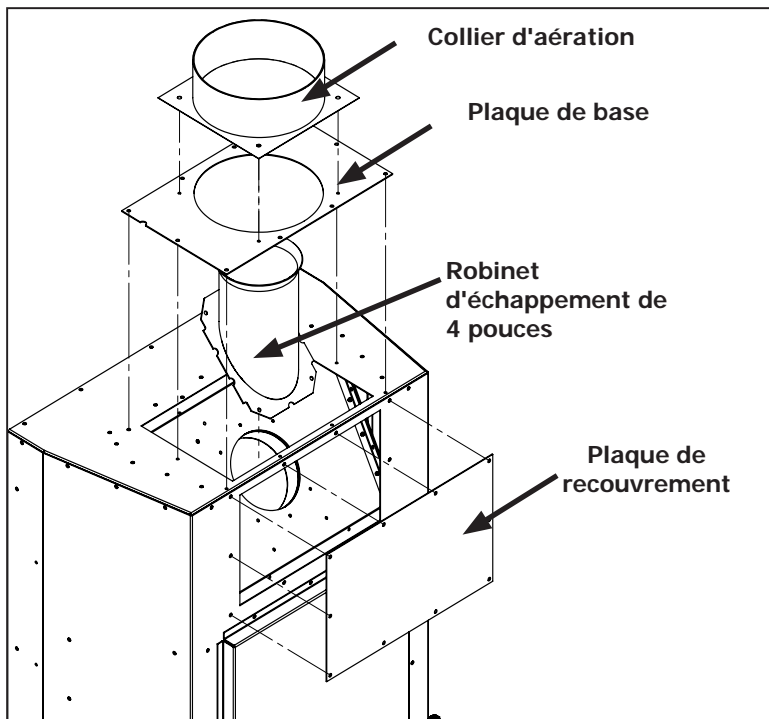

Figure 50: Démontage des pièces de ventilation coaxiale
**Étape 1 :** À l'aide d'un tournevis T20, retirez le collier d'aération, la plaque de base, la plaque de recouvrement et le robinet d'échappement de 4 po (28 vis au total) comme indiqué sur la figure 50. Le collier d'aération, la plaque de base et le robinet d'échappement de 4 po ne seront plus utilisés.